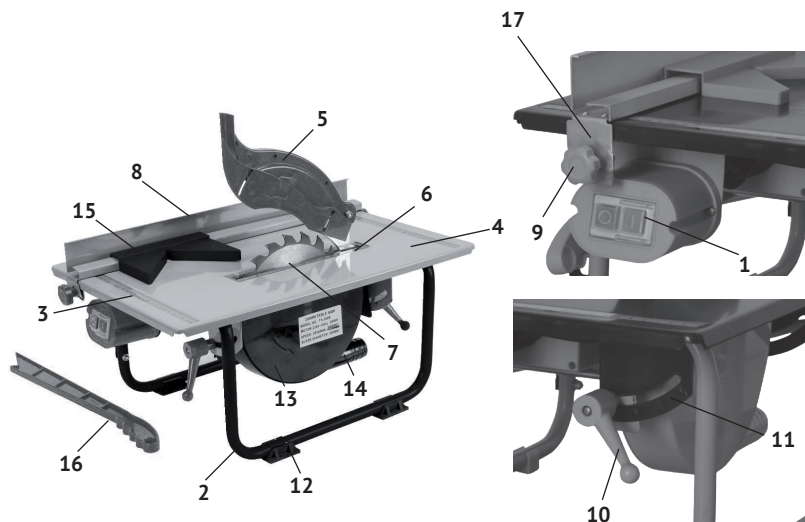
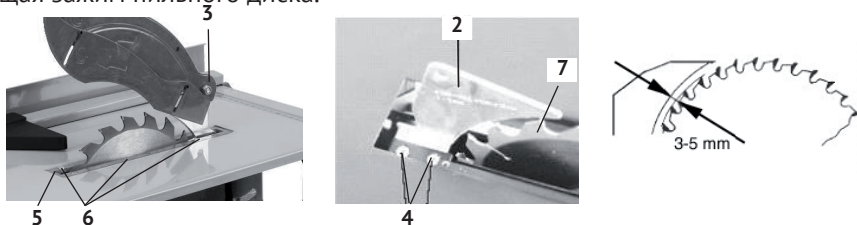

рис. 1
рис. 2
1.6 Общий вид и элементы пилы представлены на рис.1
1.7 Асинхронный двигатель крепится на пластине, закреплённой на раме (рис.1 поз.2), под рабочим столом (рис.1 поз.4). Трубчатая рама является основным несущим элементом пилы.
На защитных кожухах: верхнем (рис.1 поз.5) и нижнем (рис.1 поз.13) нанесены стрелки, указывающие направление вращения диска.
1.8 Для установки распиливаемой заготовки в нужном положении, на рабочем столе (с двух сторон) нанесена метрическая шкала (рис.1 поз.3).
Заготовка размещается на рабочем столе (рис.1 поз.4) в нужном положении с помощью параллельного (рис.1 поз.8) или закреплённого на нём углового упора (рис.1 поз.15). Распиливаемая заготовка подаётся оператором по рабочему столу к пильному диску вручную.
1.9 Выключатель – магнитный пускатель (рис.1 поз.1) расположен в торце передней части пилы. Он имеет две кнопки: зелёная с символом «I» - включение двигателя и красная с символом «0» - выключение двигателя (МЭК 60417).
- открутить 6 винтов крепления (рис.2 поз.6) вставки стола (рис.1 поз.5);
- закрепить винтами (рис.2 поз.4) на кронштейне расклинивающий нож
(рис.2 поз.2) так, чтобы он находился в одной плоскости с пильным диском (рис.2 поз.7) и на расстоянии 3 -5 мм, как показано на рис.2;
- совместив крепёжные отверстия кожуха (рис.2 поз.1) и расклинивающего ножа (рис.2 поз.2), соединить их винтом (рис.2 поз.3) и закрепить гайкой. Крепление не должно быть жёстким. Кожух должен иметь возможность вращения вокруг оси крепления, чтобы фиксироваться в выбранном положении относительно диска, в зависимости от толщины заготовки.
Установка параллельного упора (рис.1 поз.8) возможна с любой стороны от отрезного круга. Пластина упора имеет высокий и низкий плоские бортики, для обработки заготовок разной толщины. Кроме того, низкий бортик согнут под углом 90°, что обеспечивает удобную установку и перемещение (при резке) вдоль него углового упора (рис.1 поз.15).
Точность установки контролируется по шкалам (рис.1 поз.3), с двух сторон рабочего стола.
- надвинуть угловой упор (рис.1 поз.15) на параллельный упор, как показано на рис.1;
Нижний защитный кожух (рис.1 поз.13) имеет патрубок (Ø 35 мм) для подключения промышленного пылесоса. Необходимо всегда использовать систему отвода отходов, для обеспечения комфортных условий на рабочем месте. Во время работы регулярно проверять и (при необходимости) очищать каналы отвода отходов.